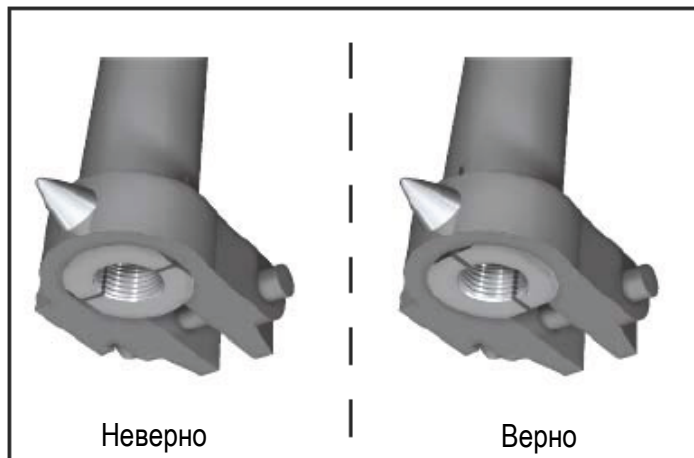

Рисунок 5. Регулировка штока привода / зажима штока
**ВНИМАНИЕ!** Убедитесь в том, отверстия зажима штока перпендикулярны оси болтов. См. рис. 5.